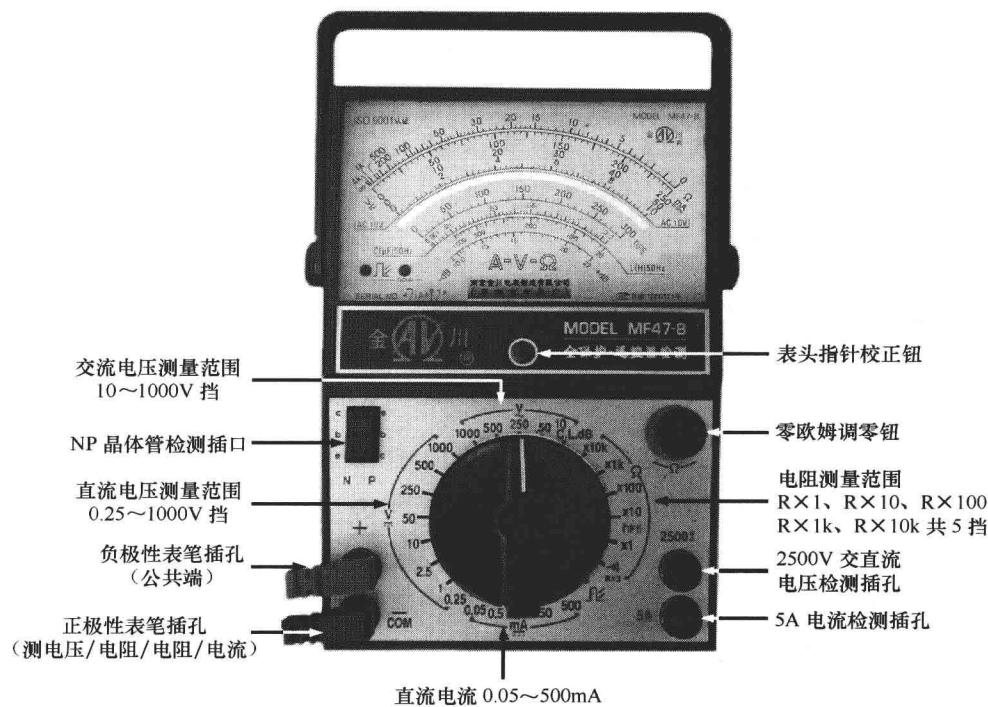

图 1-5 单旋钮指针式万用表
- ① 单旋钮指针式万用表。图 1-5 所示为典型的单旋钮指针式万用表，它是通过表盘下面的旋钮设置不同的测量项目和挡位的。